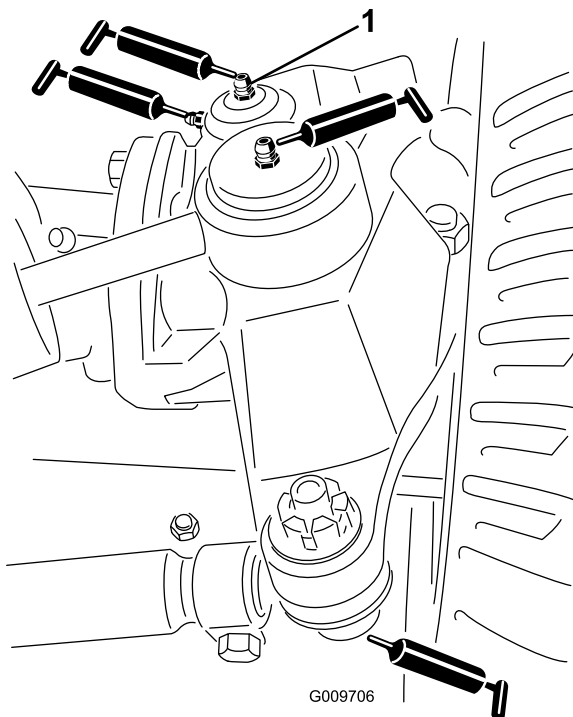

图 50
- 转向油缸球窝接头 (2) 图 50
- 横拉杆球窝接头 (2) (图 50)
- 主销轴套 (2) (图 50)。主销顶部接头应每年润滑一次 2 个泵。